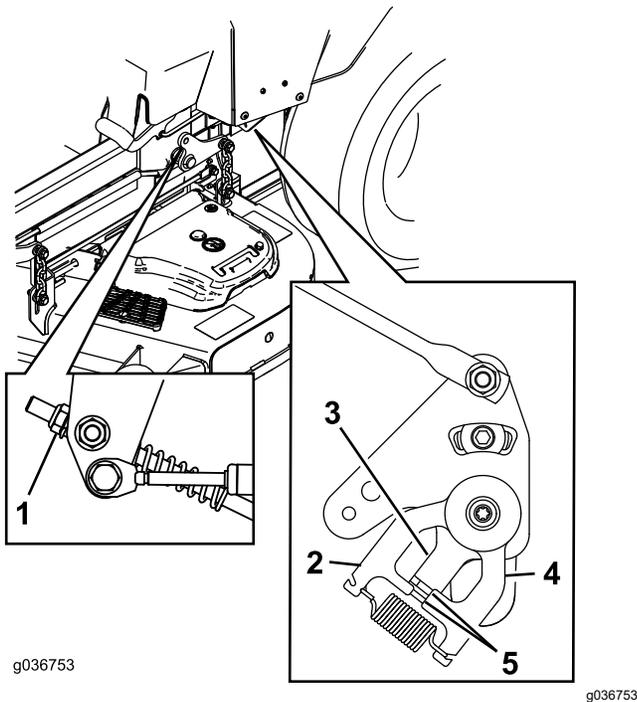

Figura 85
11. Ajuste la longitud de las varillas de control de las bombas girando la tuerca en el sentido apropiado, hasta que las ruedas se muevan ligeramente en marcha atrás (Figura 84 y Figura 85).